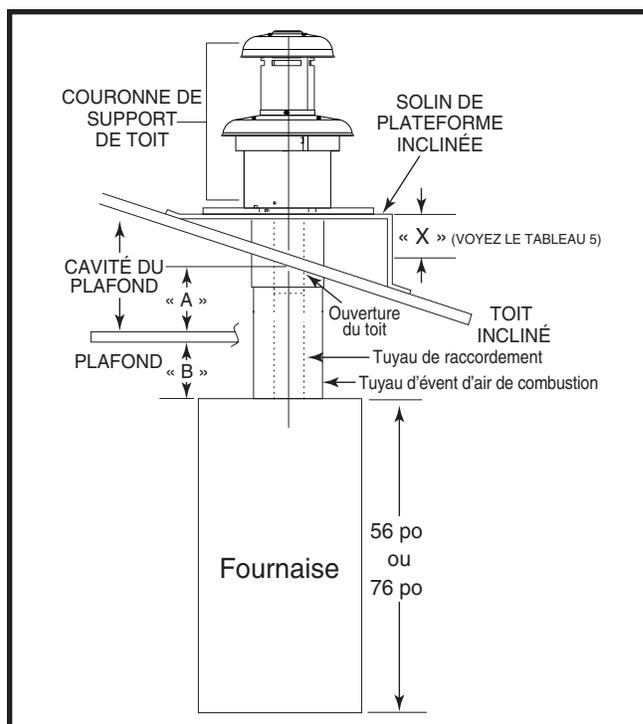

Figure 16. Profondeur de la cavité du plafond
1. Déterminez la profondeur de la cavité dans le plafond du centre de l'ouverture du toit au centre de l'ouverture du plafond tel qu'indiqué comme « Dimension A » dans la Figure 16 (page 10).
2. Déterminez la hauteur du plafond et soustrayez la hauteur de la fournaise indiquée comme « Dimension B » dans la Figure 16 (page 10).